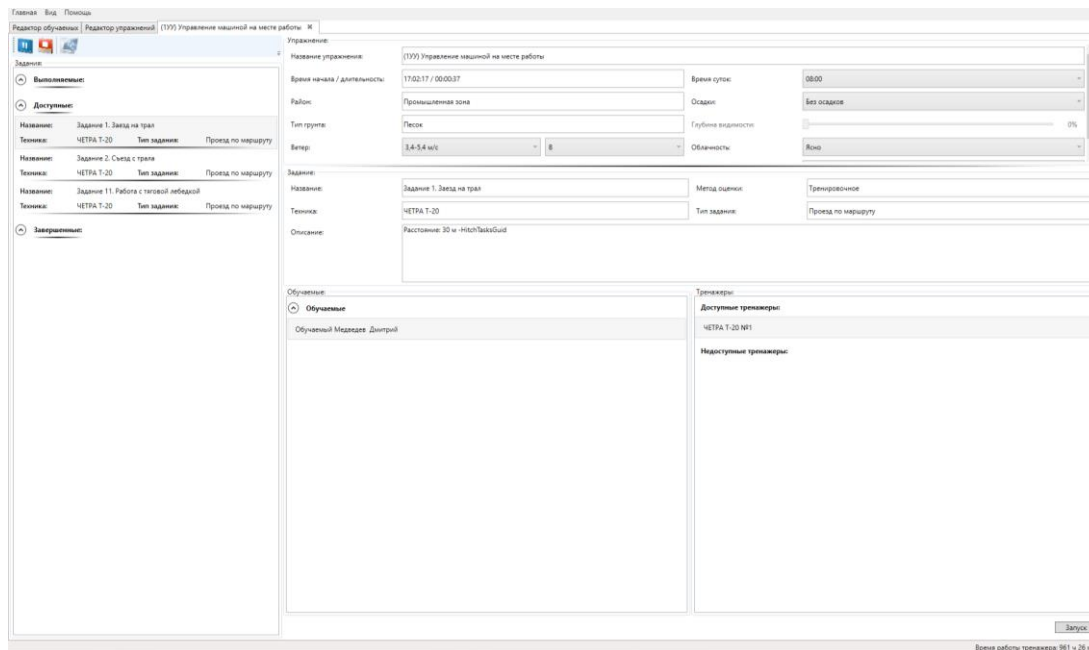
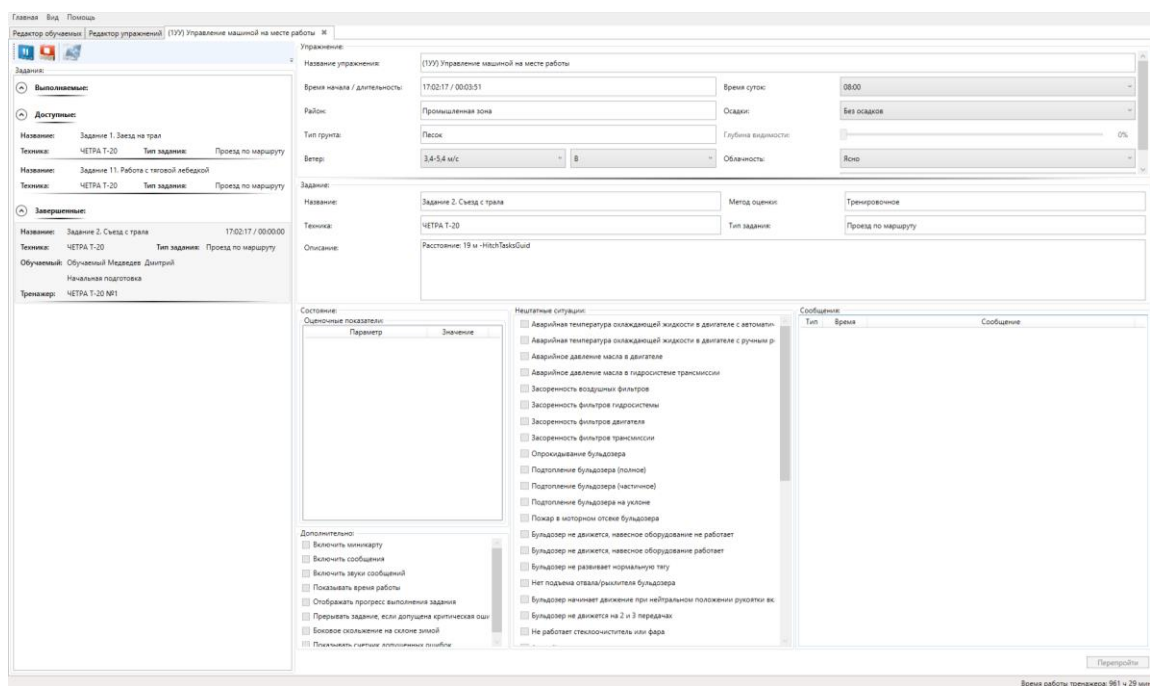

Рисунок 3.50 – Окно «Назначение упражнения»
Рисунок 3.54 – Окно «Контроль и управление выполняемым заданием»
Для запуска упражнения следует перейти на вкладку «Редактор упражнений» (рисунок 3.28), выбрать упражнение и нажать кнопку «Запустить упражнение» . Откроется новое окно с перечнем заданий, входящих в выбранное упражнение (рисунок 3.50).
На втором мониторе отобразится район выполнения заданий – окно «Визуализация района» (рисунок 3.53). Если по каким-то причинам окно визуализации было закрыто, его можно открыть нажатием кнопки «Запуск визуализации»  в окне «Назначение упражнения» (рисунок 3.50).
2) В окне «Назначение упражнения» (рисунок 3.50) назначить конкретного обучаемого на тренажер. Если обучаемый один, он назначается по умолчанию.
4) Запустить задание кнопкой , расположенной в правом нижнем углу окна «Назначение упражнения» (рисунок 3.50).
На РМИ окно «Назначение упражнения» (рисунок 3.50) заменится окном с именем того упражнения, контроль и управление которым осуществляет инструктор (рисунок 3.54).
Информационные блоки «Упражнение» и «Задание», размещенные в правой части окна, аналогичны блокам окна «Назначение упражнения» (рисунок 3.50).